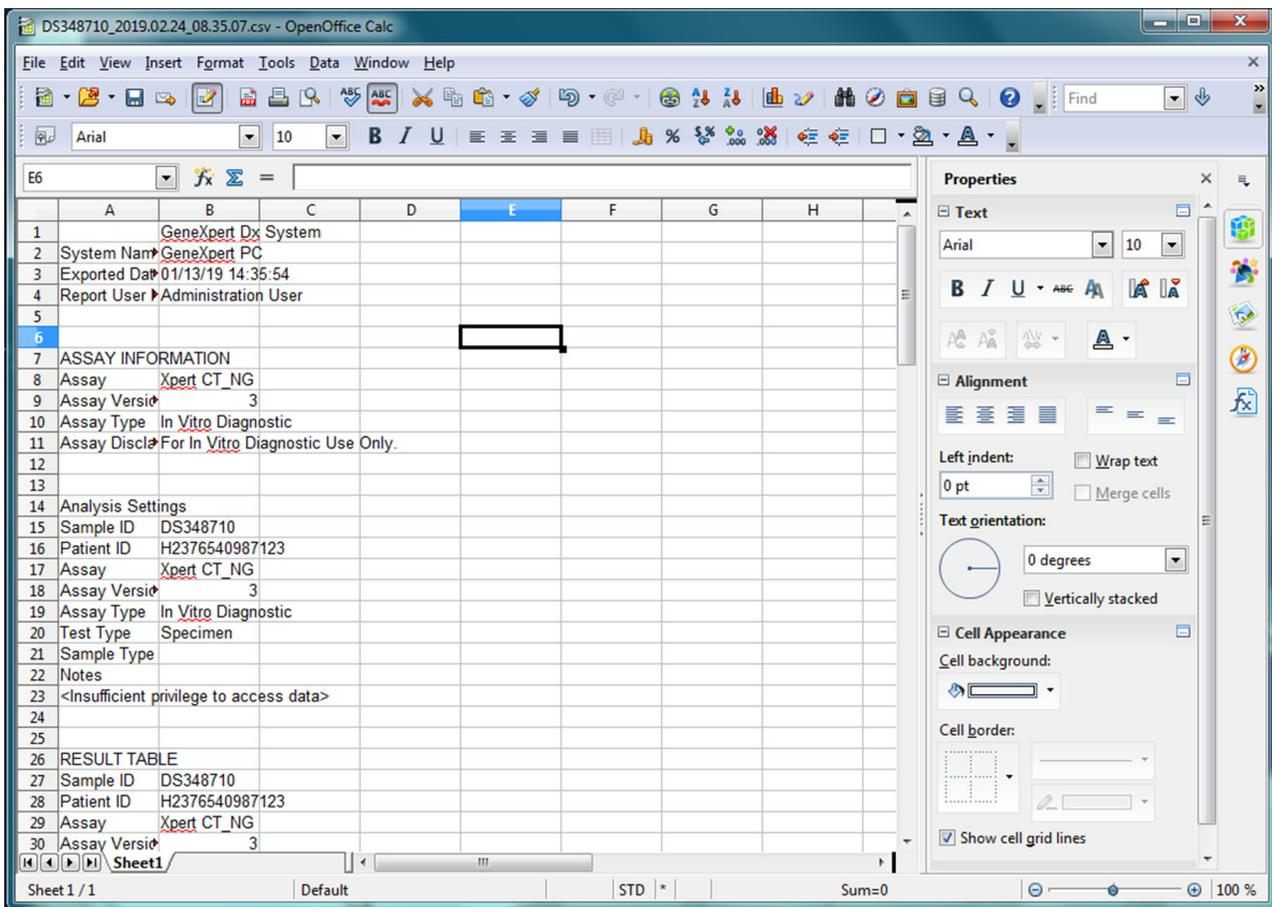

Figure 5-68. Exemple de résultats de test exportés
- Cochez la case à la gauche de **Default value (Valeur par défaut)** puis cliquez sur **OK** pour fermer la boîte de dialogue. La largeur des colonnes s'ajuste alors et le fichier est formaté, comme illustré dans la Figure 5-68. Cliquez n'importe où dans les colonnes vides pour désélectionner les cases bleues et faire qu'elles redeviennent blanches.